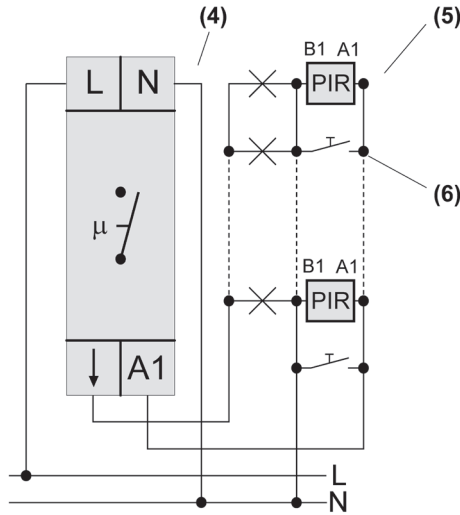

Bild 2: Kopplings exempel med tre ledare
- Anslut trapplyjusautomaten (4), insatsen (5) och knappen (6) enligt bild 2 eller 3.